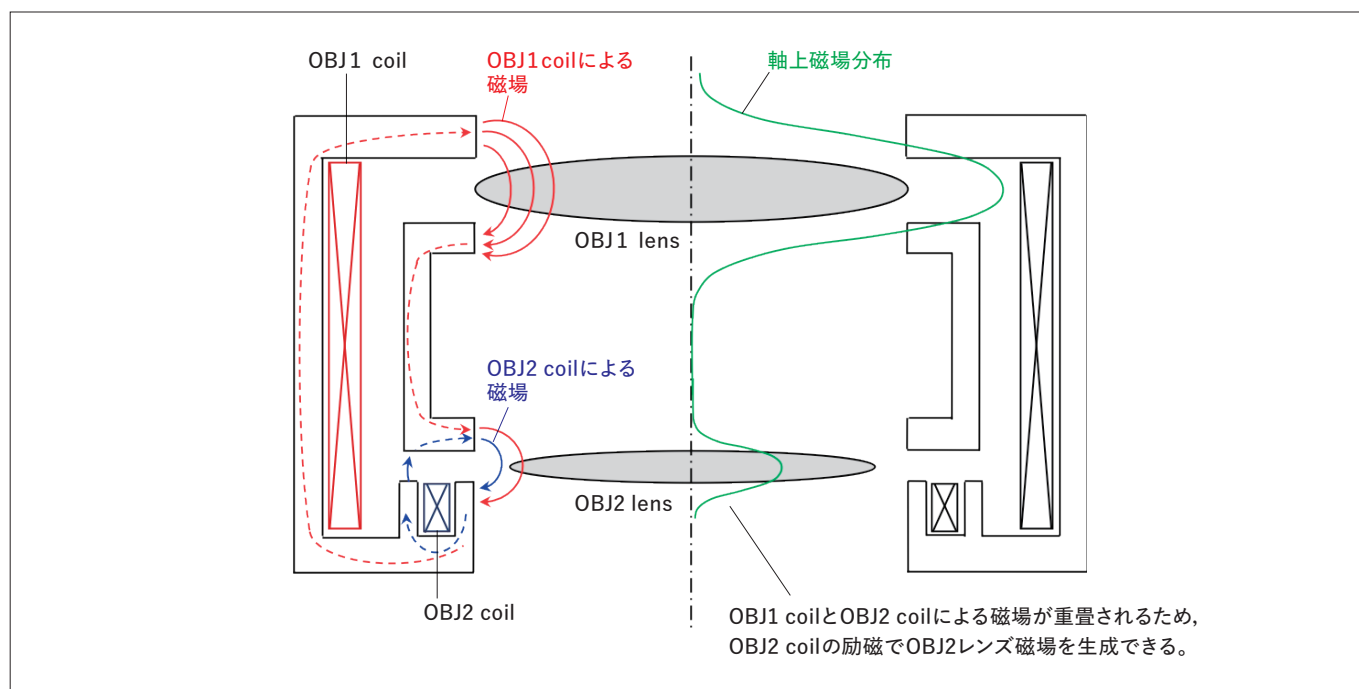

図3 複合対物レンズの模式図
HT7820の対物レンズにおいても，日立独自の複合対物レンズの構成とし，目的に応じて高コントラスト (HC) モード，高分解能 (HR) モードを選択することが可能です⁵⁾。図3に複合対物レンズの模式図を示します。対物レンズを二段とし，対物磁路をダブルギャップ構造としています。OBJ2 (下段) レンズ用コイルの極性を切り替えることで，OBJ2レンズのON/OFF を可能とし，長焦点のHCモード，短焦点のHRモードを1台で実現しています。HC/HRモードの切り替えは，コイル極性の切り替えのみのため，コイル電流値は一定で，温度変化による熱ドリフトが生じないという特長もあります。